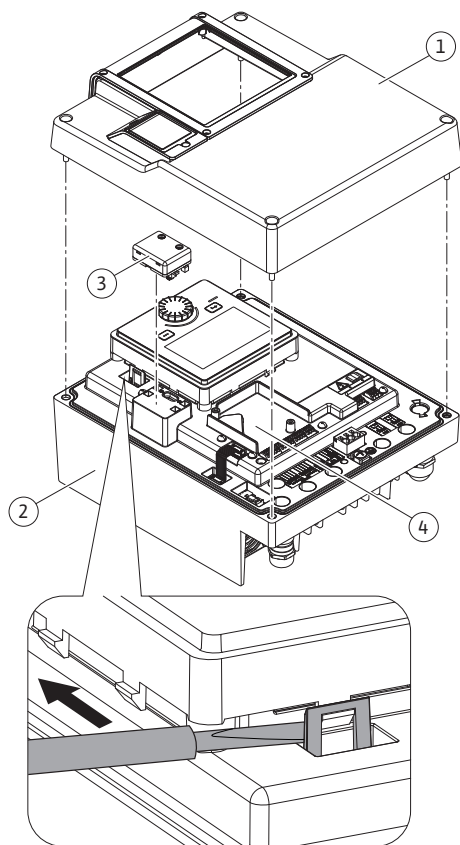
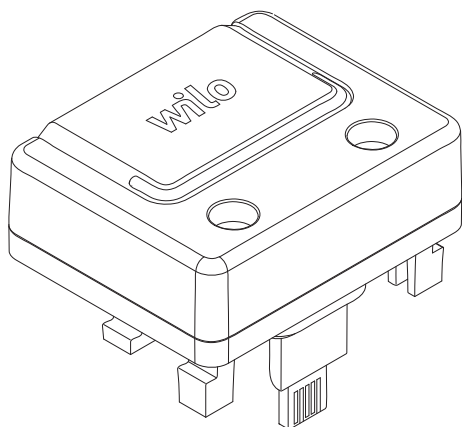

Fig. 26: Elektronski modul
Fig. 27: Wilo-Smart Connect modul BT
Vmesnik Bluetooth modula Wilo-Smart Connect BT (Fig. 26, poz. 3 in Fig. 27) se uporablja za povezavo z mobilnimi končnimi napravami, kot so pametni telefoni in tablični računalniki. Funkcija Wilo-Smart Connect je na voljo v aplikaciji Wilo-Assistant. S funkcijo Wilo-Smart Connect lahko upravljate in nastavite črpalko ter odčitate njene podatke. Za nastavitve glejte poglavje »Zagon« [► 48].
1. Odvijte štiri vijake zgornjega dela elektronskega modula (Fig. 26, poz. 1; Fig. I, poz. 2).
3. Modul Wilo-Smart Connect BT vstavite v predvideni vmesnik Wilo-Connectivity Interface. Glejte Fig. 26, poz. 3.
CIF-moduli (dodatna oprema) so namenjeni za komunikacijo med črpalkama in centralnim nadzornim sistemom zgradbe. CIF-moduli se nataknejo v elektronskem modulu (Fig. 26, poz. 4)